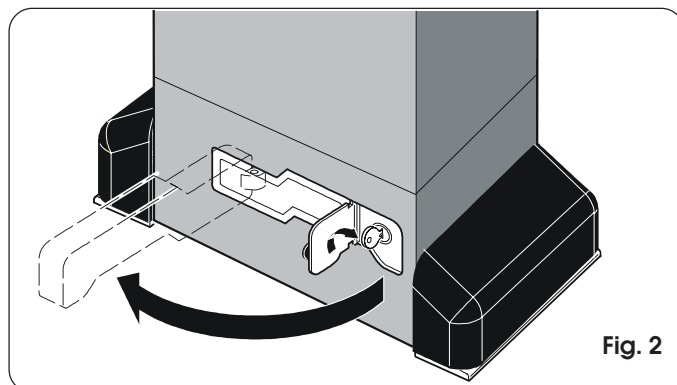

Fig. 2
- 3) Gire la llave en sentido horario y tire de la palanca de desbloqueo como se indica en la Fig. 2.